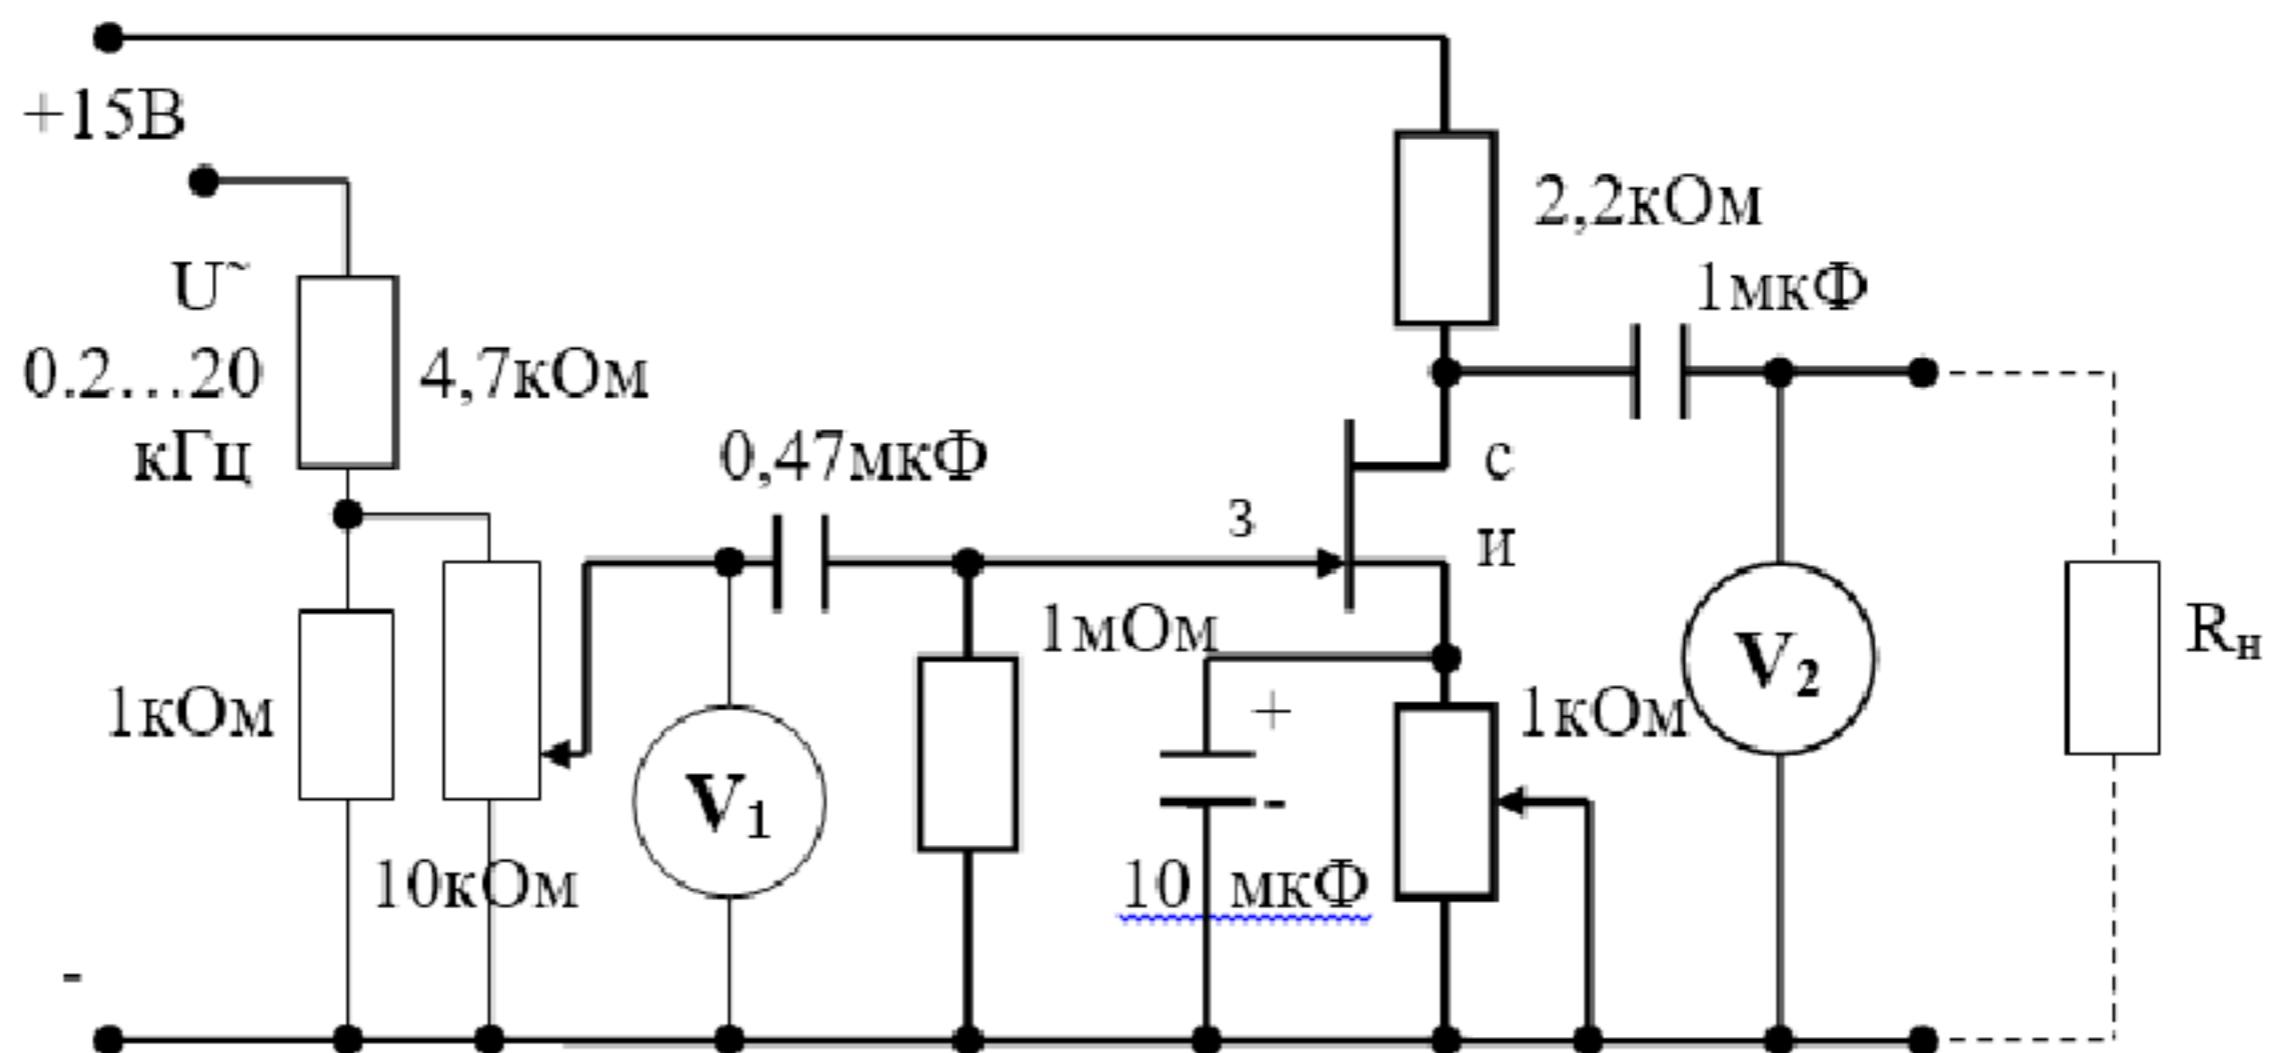

Рисунок 6.1
Схема каскада усилителя с общим истоком изображена на рис. 6.1.
1. Собрать схему усилителя (рис. 6.1).